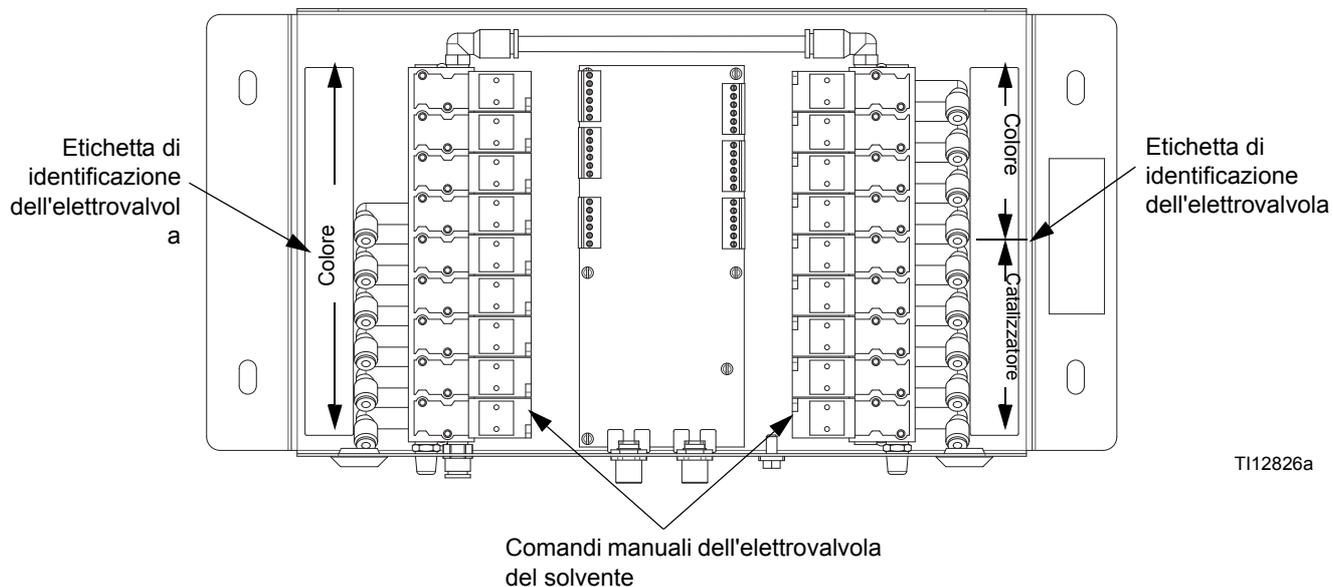

FIG. 3 Elettrovalvole di cambio colore
4. Vedere FIG. 3. Aprire il modulo di cambio colore. Usando le etichette di identificazione delle elettrovalvole come guida, premere e tenere premuto il pulsante di comando manuale su ciascuna elettrovalvola colore fino a quando il flusso che fuoriesce dalla valvola di campionamento non si arresta.
4. Vedere FIG. 3. Aprire il modulo di cambio colore. Usando le etichette di identificazione delle elettrovalvole come guida, premere e tenere premuto il pulsante di comando manuale su ciascuna elettrovalvola colore fino a quando il flusso dalla valvola di scarico A non si arresta.
6. Vedere FIG. 3. Usando le etichette di identificazione delle elettrovalvole come guida, premere e tenere premuto il pulsante di comando manuale su ciascuna elettrovalvola del catalizzatore fino a quando il flusso dalla valvola di scarico B non si arresta.